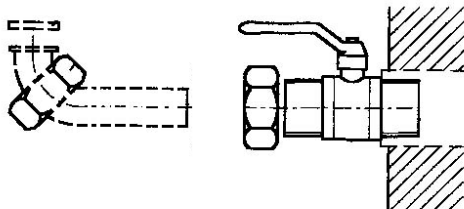

Fig. 2-4
- kit robinets hydrauliques (voir Fig. 2-4);